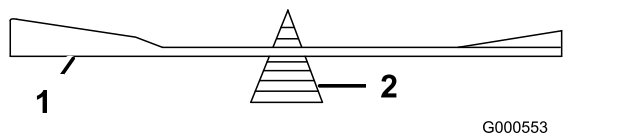

Figura 62
2. Verifique o equilíbrio da lâmina colocando-a num equilibrador de lâminas (Figura 62).